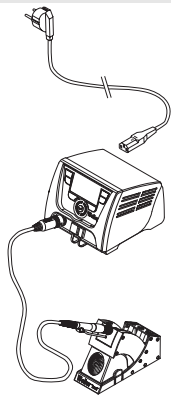

Fig. 1
2. Conectar de la siguiente manera las herramientas compatibles con WX (Fig. 1):